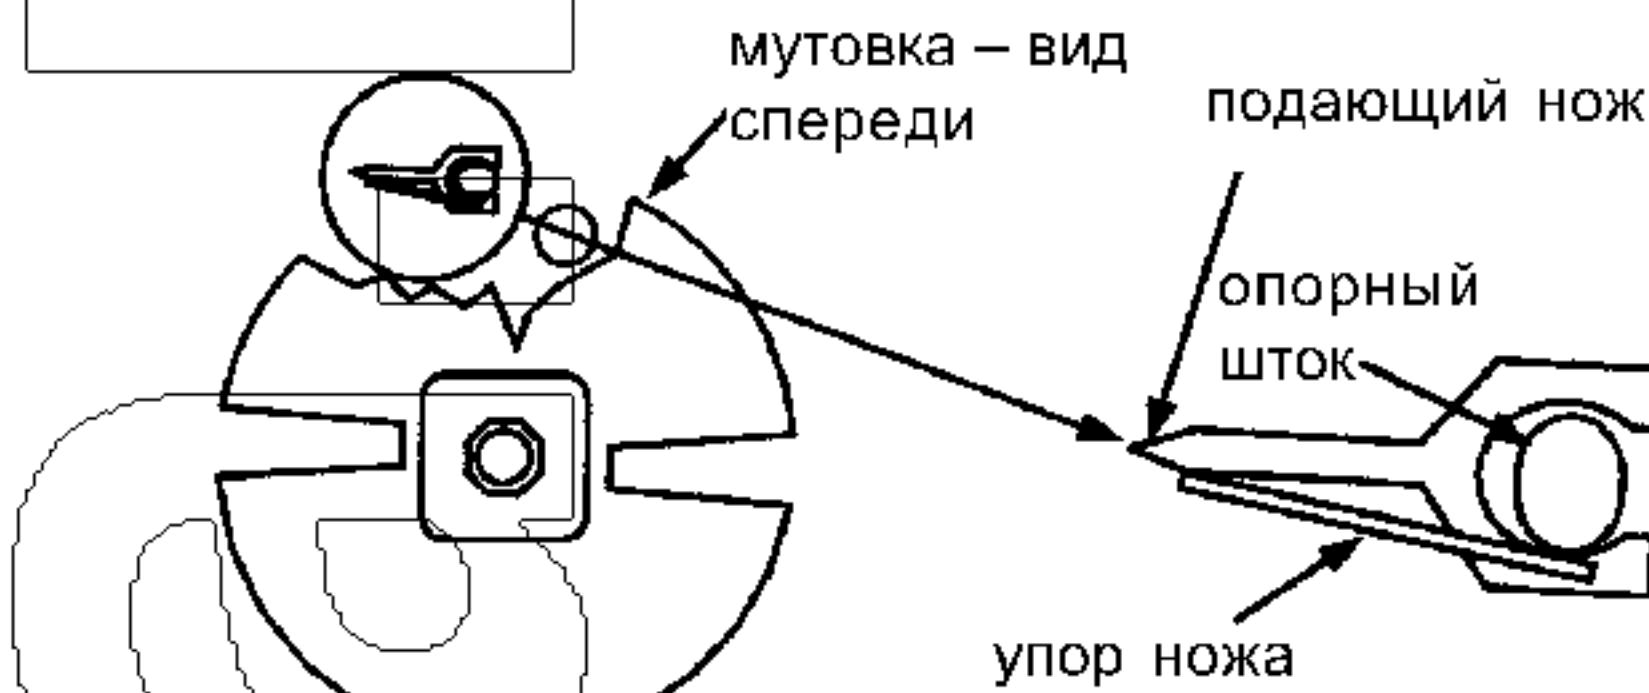
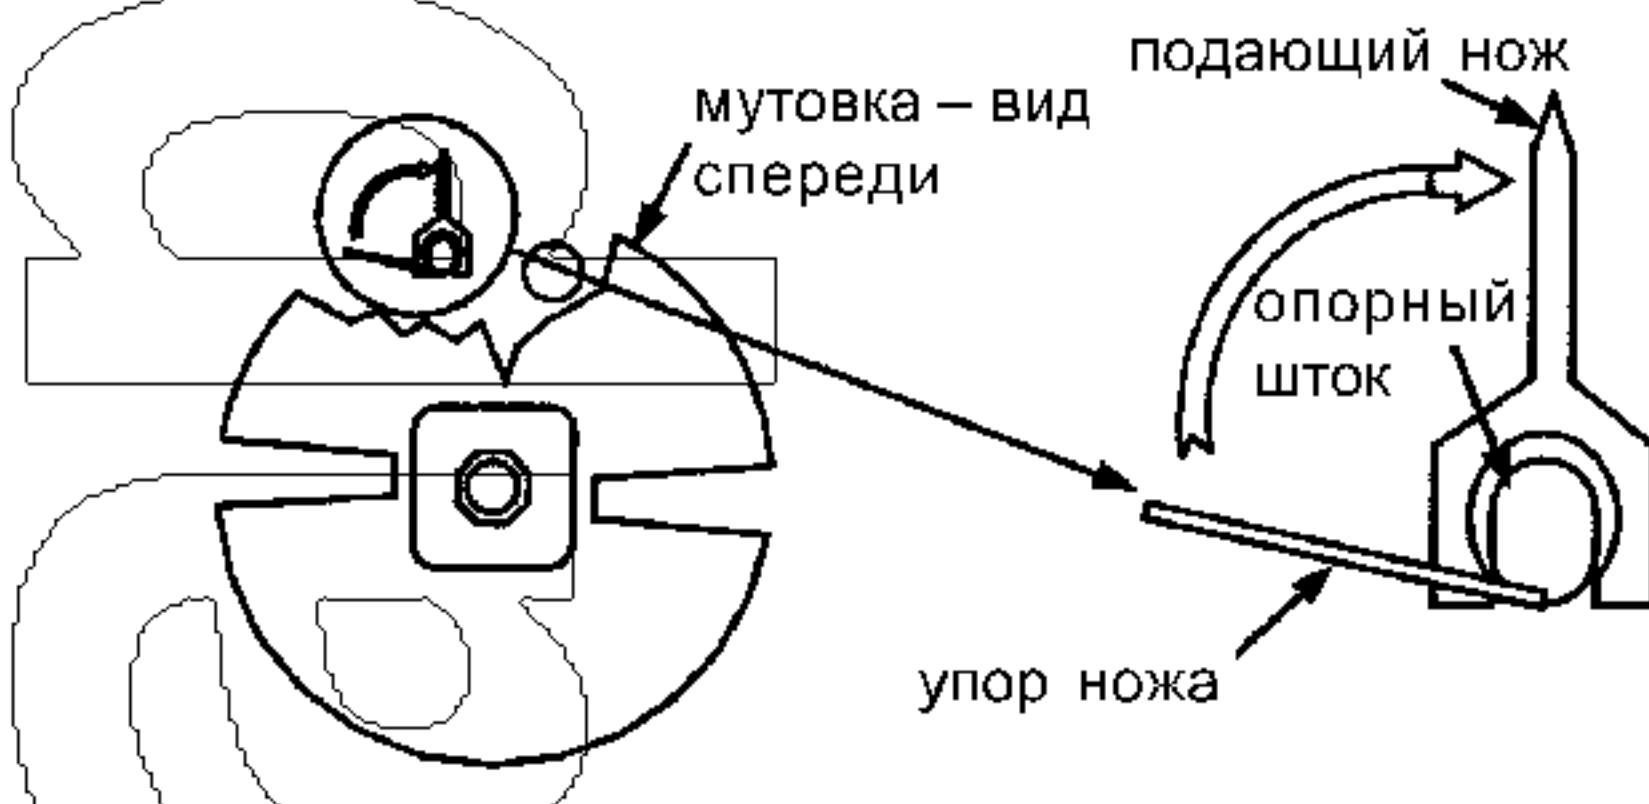

Рис. 9. Снятие подающих ножей
Рис. 10. Снятие подающих ножей
- Снимите ножи с мутовки (рис. 9), вначале развернув нож вверх (рис. 10), а затем отделив один конец от опорного штока.